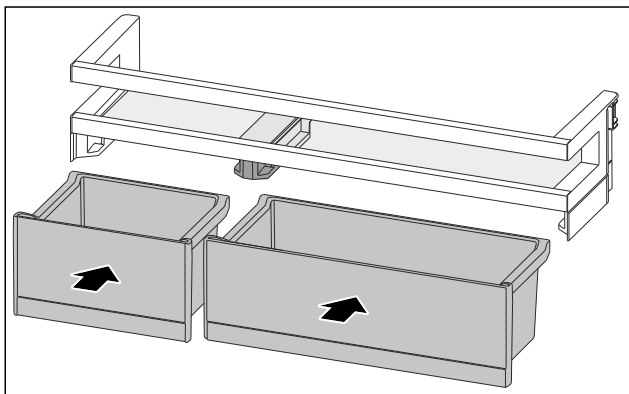

Fig. 158
- ▶ Umetnite kutije VarioBox izmijenjenim redoslijedom. (pogledajte Fig. 158)